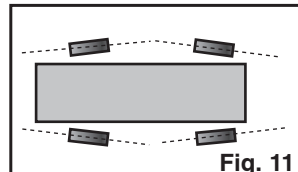
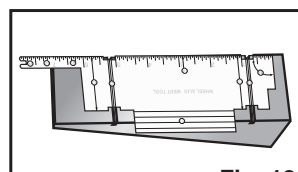

Fig. 11
Fig. 12
**Nail-type Axles (BSA axles):** Place Racer on its side on a wood block covered by a soft cloth. Place a Wheel on an Axle and gently tap into groove with a hammer. When installing Wheels, use a spacer between Wheel and Racer to ensure proper spacing. (Fig. 10) It is also important to check camber, toe-in and toe-out (Fig. 11). We recommend the Wheel Alignment Tool to simplify this process (Fig. 12). Install Axles flush with bottom of Racer. **NOTE:** For more secure Axles or if the Axles seem loose in the grooves, use Axle Keepers™ (P458).
**Essieux de type clou (essieux BSA) :** Placer la voiture sur le côté sur un bloc de bois recouvert d'un chiffon doux. Placer une roue sur un essieu et tapoter doucement l'essieu dans la rainure avec un marteau. Lors de l'installation des roues, utiliser une entretoise entre la roue et la voiture pour assurer un espacement correct (Fig. 10). Il est également important de vérifier le carrossage, et le pincement ou l'ouverture des roues (Fig. 11). Nous recommandons l'outil d'alignement des roues de PineCar (P456) pour simplifier ce processus (Fig. 12). Installer les essieux au ras du fond du véhicule. **REMARQUE :** pour avoir des essieux plus sécurisés ou si les essieux semblent desserrés dans les rainures, utiliser le dispositif de retenue d'essieu (P458).